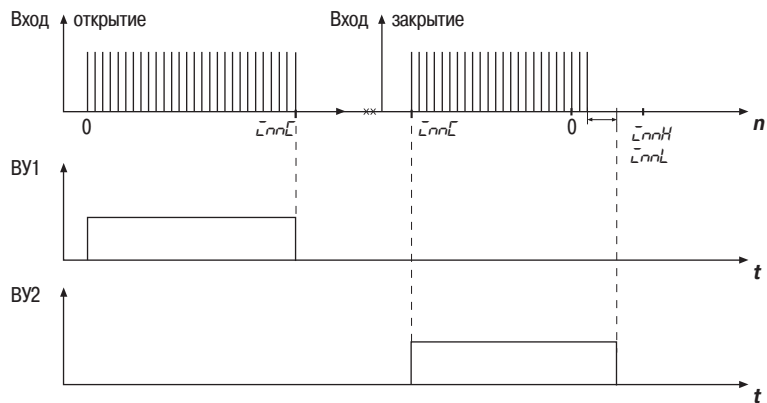

Рис. 8
3.2.9.1.2. При  $\bar{P}rE5 = 1$  – открытое положение определяется по достижении значения счетчика, равного значению параметра  $\bar{L}n\bar{n}L$  (рис.8);